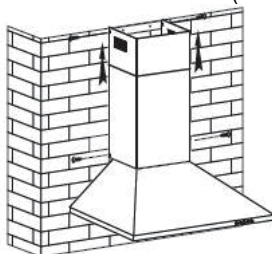

Fig. 6
8. Ajustez la hauteur de la cheminée intérieure par rapport à la position du support intérieur de la cheminée et fixez-la à l'aide d'une vis (voir Fig. 6).